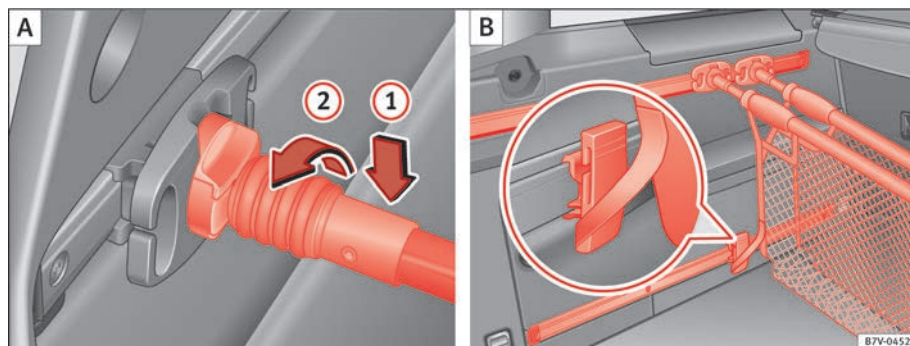

Fig. 97 Enganche la red para el equipaje (A) y utilízela como bolsa (B).
Coloque por arriba la varilla de sujeción en el soporte para la red del equipaje ⇒ fig. 97 ① y gírela 90° hacia la izquierda ②. La marca roja de la varilla de sujeción no deberá verse ⇒ ⚠.